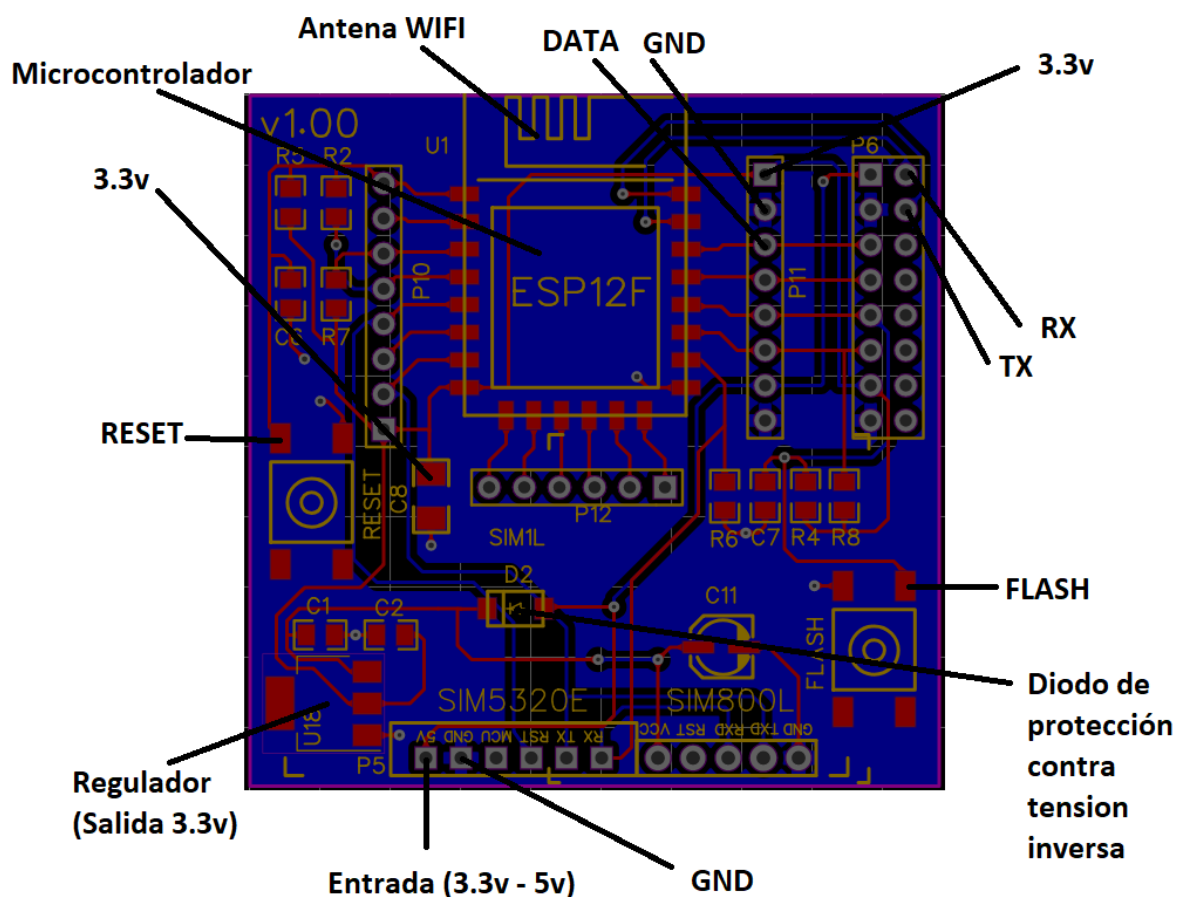

Fig 3
- 1- Presionar el botón de reset (Fig 3 – reset) y verificar el parpadeo del led ubicado en la parte superior derecha del microcontrolador.
- 3- Verificar el nivel de tensión de entrada del microcontrolador, (Fig 3 – C8) EL mismo debe marcar 3.3v. De lo contrario, probar reemplazando el regulador (Fig 3) por uno nuevo. Recordar que el mismo debe ser un regulador de 5v a 3.3v (ej: ams1117)